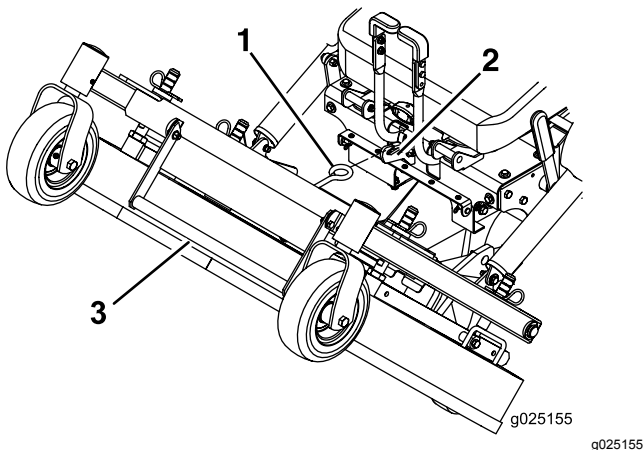

Figura 12
6. Utilizzando la maniglia di sollevamento del piatto di taglio, sollevate e bloccate il piatto in posizione sollevata (il blocco è situato nella parte anteriore centrale del sedile) come mostrato in Figura 12.
1. Afferrando saldamente la maniglia di sollevamento del piatto, sganciate il fermo del piatto di taglio dalla macchina e abbassate lentamente il piatto a terra (Figura 12).